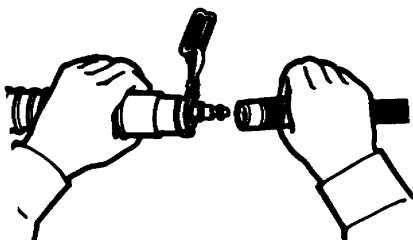

Abbildung 12
- Schließen Sie bei strömender Luft die Atemschlaucheinheit an den Luftzufuhrschlauch an (siehe Abb. 12). Verbinden Sie den Nippel an der Atemschlaucheinheit mit der Schnelltrennkupplung am Luftzufuhrschlauch. Wenn der Nippel befestigt ist, lösen Sie die Kupplungsmuffe, um die Teile zu verriegeln. Ziehen Sie an beiden Schläuchen, um sich zu vergewissern, daß sie fest miteinander verbunden sind. Überprüfen Sie, ob die Luft ordnungsgemäß in die Haube strömt.